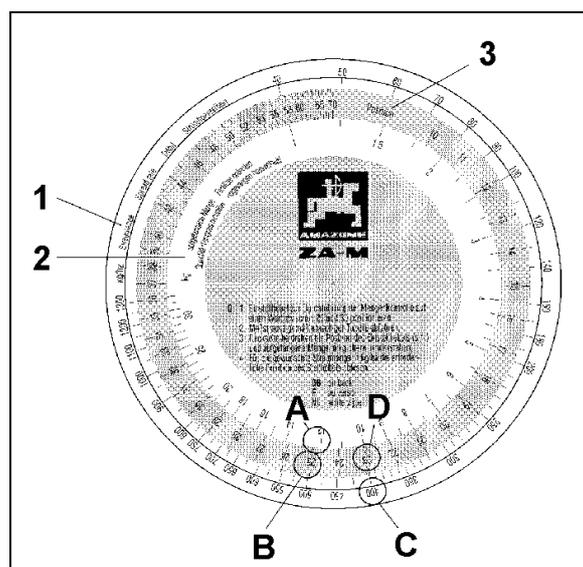

Fig. 47
- La escala exterior blanca con las cantidades de dispersión [kg/ha] (Cantidad de dispersión) (Fig. 47/1).
- La escala interior blanca para las cantidades de fertilizante recolectadas durante el control de cantidades de dispersión [kg] (Cantidad recolectada) (Fig. 47/2).
- La escala intermedia coloreada con las posiciones de corredera (Posición) (Fig. 47/3).
6. Tomar el disco de cálculo. Sobre la escala (Fig. 47/2) para cantidad recolectada [kg] buscar el valor 12,5 (Fig. 47/A) y hacer coincidir con la posición de corredera elegida (Posición) 25 (Fig. 47/B) de la escala coloreada (Fig. 47/3).
7. Buscar la cantidad de dispersión deseada 400 kg/ha (Fig. 47/C) y leer la posición de corredera requerida (Posición) 23 (Fig. 47/D).